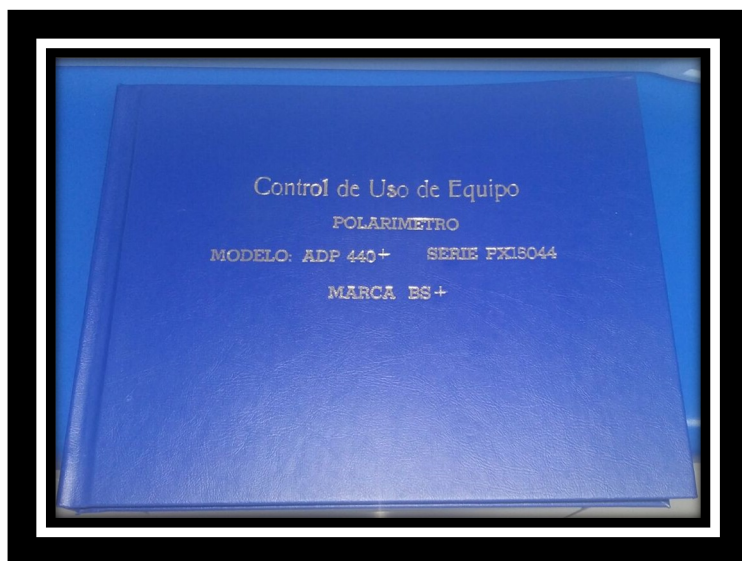

Figura 15
6.3.13 Registrar los datos de uso en el **FO-AC-035 Control de Uso de Equipo del polarímetro, marca BS+ ADP 440+**, serie PX15044 y marca BS (Figura 15).